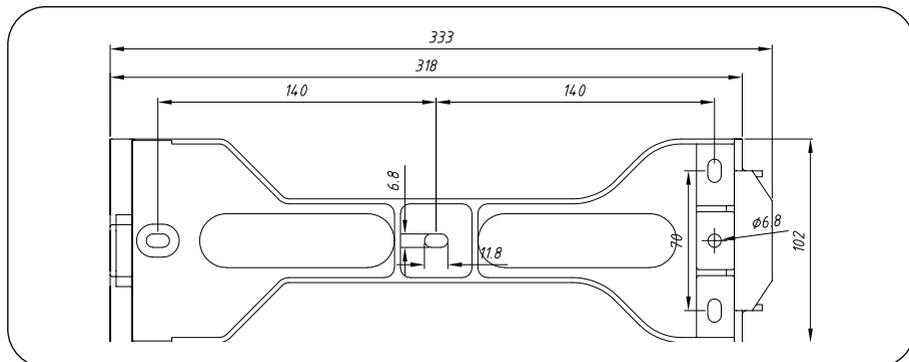
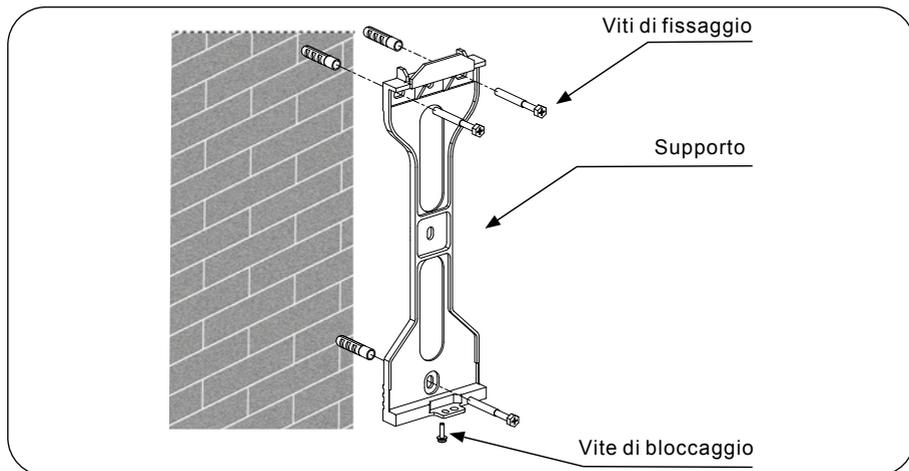

Figura 10 - Dimensioni della staffa di fissaggio a muro
Figura 11 - Staffa fissaggio a muro
Una volta trovata una posizione adatta (dopo aver considerato i punti riportati in 4.1), montare la staffa a parete utilizzando le indicazioni riportate in Figura 10 e Figura 11.
- Dopo aver posizionato l'inverter sulla staffa, bloccarlo con la vite fornita in dotazione nella parte inferiore come indicato in Figura 11.